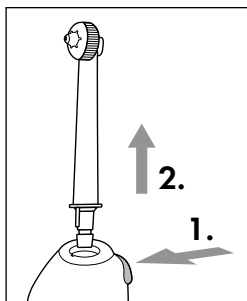

Abb. 3
- ◆ Zum Abnehmen der Aufsteckdüse **2** drücken Sie den Entriegelungsknopf **11** am Handteil **5** und ziehen Sie dann die Aufsteckdüse **2** vom Handteil **5** ab (siehe Abb. 3).